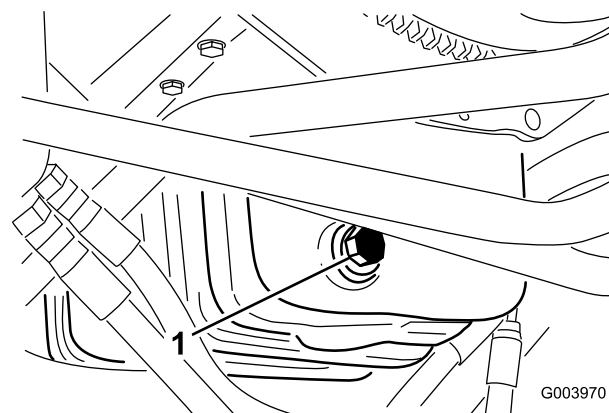

Figure 51
1. Retirez le bouchon de vidange (Figure 51) et laissez couler l'huile dans un bac de vidange.